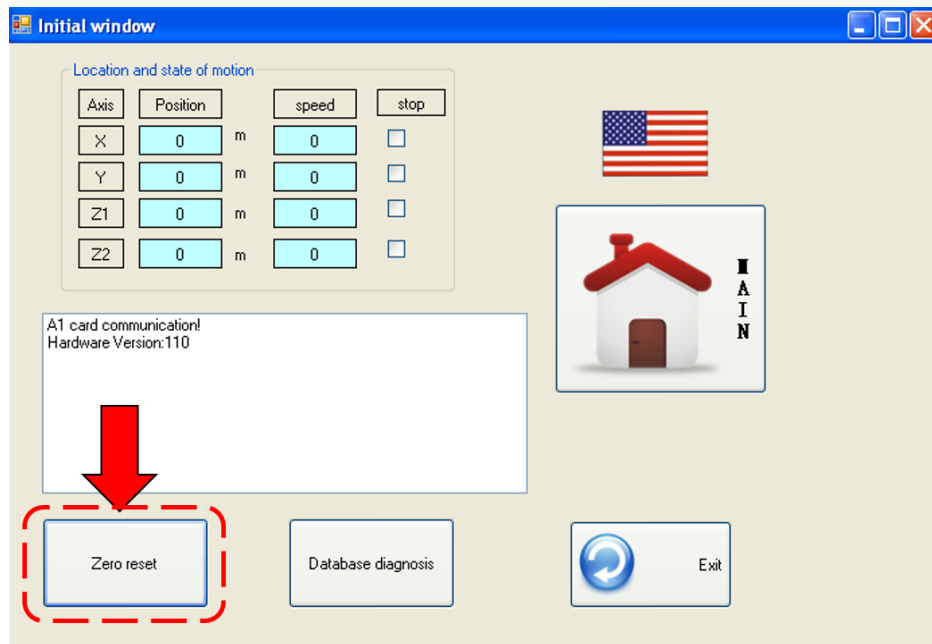

Figura 33. En la ventana inicial pulse Zero Reset.
3. En la ventana de inicio pulse el botón **Zero Reset** (retorno a cero) que está señalado con una flecha en la figura 33 para que la máquina vuelva al punto de inicio.